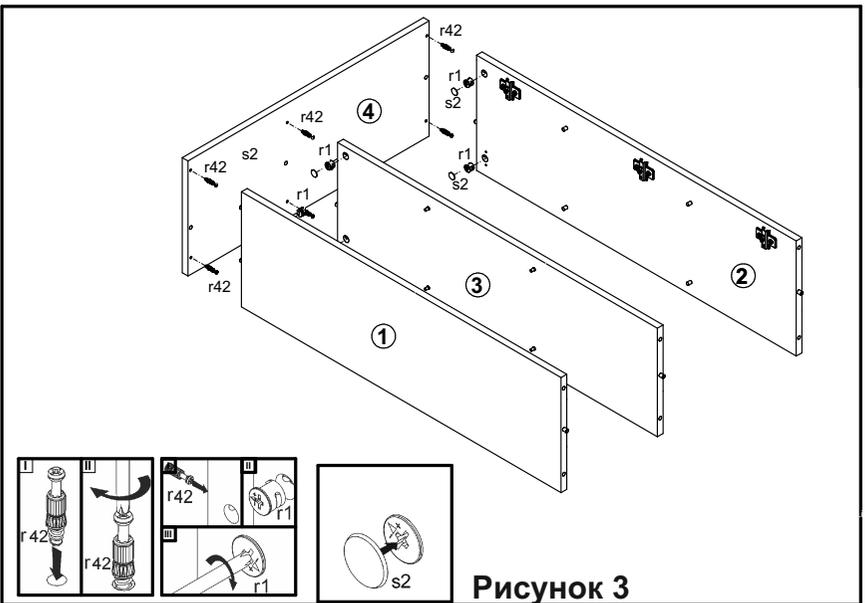

Рисунок 3
6. В отверстия $\varnothing 5$ мм на внутренней поверхности щита верхнего **4** вкрутить винты стяжки **r42** (см. рис. 3).